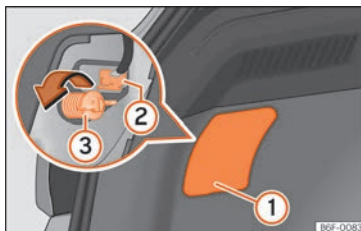
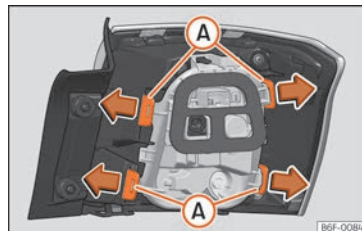

Abb. 59 Gepäckraum: Zugang zur Befestigungsschraube der Heckleuchte.
Abb. 60 Befestigungslaschen Rückseite Heckleuchte.
- Hebeln Sie die Abdeckung an der Aussparung » **Abb. 59** (1) mit dem flachen Teil des Schraubendrehers ab.
- Ziehen Sie den Stecker von der Lampe (2) ab.
- Schrauben Sie mit der Hand oder mit Hilfe eines Schraubendrehers die Befestigungsschraube der Leuchte (3) heraus.
- Bauen Sie den Lampenträger aus, indem Sie die Befestigungslaschen » **Abb. 60** (A) entriegeln. »